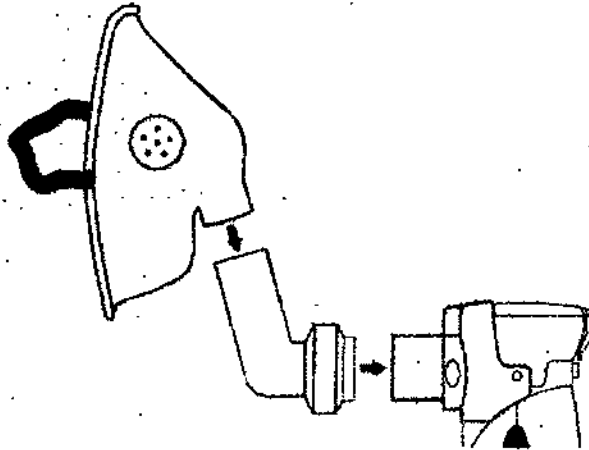

Fig. 11
- (2) En caso de medicación por cavidad nasal y/o garganta, debe utilizar la máscara.
- Instalación de la máscara: conecte el conector y la máscara sucesivamente según la dirección de la flecha. (ver Fig. 11)